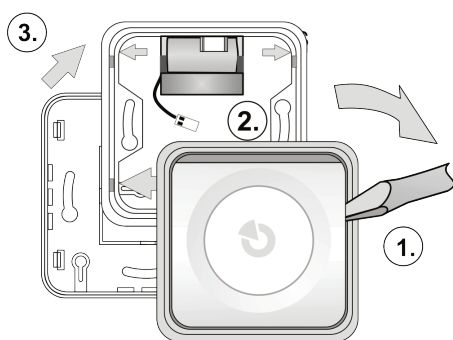

Abbildung 1: Demontage der Sirene vor der Installation
- Entfernen Sie das Gehäuse (Tasten) der Sirene vom Plastikrahmen, indem Sie auf eine Seite des Gehäuses (1.) mit einem Schraubenzieher wie in Abbildung 1 drücken.
- Schrauben Sie die Kunststoffbasis an die ausgewählte Stelle fest. Sollte die Sirene mit einer Batterie betrieben werden, platzieren Sie diese wie in Abbildung 1 unter die Oberseite der Kunststoffbasis.